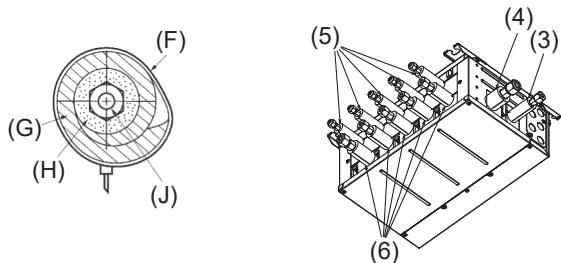
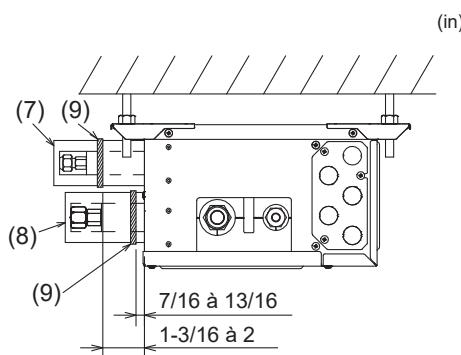

Fig. 7-3
Fig. 7-4
- Isoléz les tuyaux de liquide et de gaz du Boîtier de dérivation en appliquant de la mousse polyéthylène résistante à la chaleur tout autour. (Fig. 7-3)
- 5) Appuyez les cache-tuyaux (3) et (5) sur les tuyaux de liquide contre l'appareil et enroulez-les pour les maintenir en place. (Fig. 7-3)
- 6) Appuyez les cache-tuyaux (4) et (6) sur les tuyaux de gaz contre l'appareil et enroulez-les pour les maintenir en place. (Fig. 7-3)
- 7) Fixez les sangles fournies (9) à 7/16-13/16 in (10 à 20 mm) de chaque extrémité des cache-tuyaux ((3)(4)(5)(6)).
- 8) Si l'appareil intérieur n'est pas raccordé, raccordez les cache-tuyaux (avec les bouchons, (7) et (8)) sur les branchements des tuyaux de réfrigérant du Boîtier de dérivation contre l'appareil afin d'éviter un écoulement de condensation des tuyaux. (Fig. 7-4)
- 9) Fixez les cache-tuyaux ((7)(8)) à l'aide des sangles fournies (9).
7.2. Gestion des orifices de raccordements qui ne sont pas raccordés à l'appareil extérieur (Fig. 7-4)